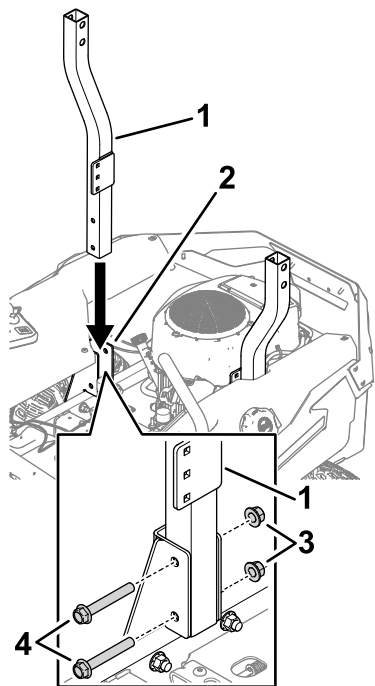

Рисунок 6
2. Опустите трубу нижней защитной дуги в крепление конструкции ROPS и закрепите с помощью 2 болтов с шестигранной головкой (1/2 x 3-1/2 дюйма) и 2 контргайк (1/2 дюйма), как показано на Рисунок 6. Повторите эти действия на другой стороне.